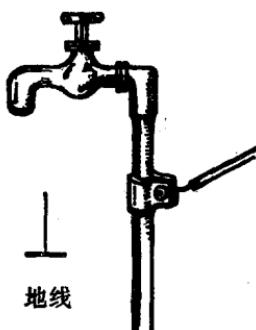

图 1-2
**2. 地线(M)** 因为大地是导电的，收音机有了地线，电路通畅，效果更好。地线一般要埋在室外几米深的地下。为了方便，这里用自来水管代替地线。要把导线牢固地连接在水管上，应该照图 1-2 的样子，用金属片和有帽的螺栓做个夹子。先把夹子固定在水管上，再把导线的一端紧紧地拴在夹子上，另一头接收音机。